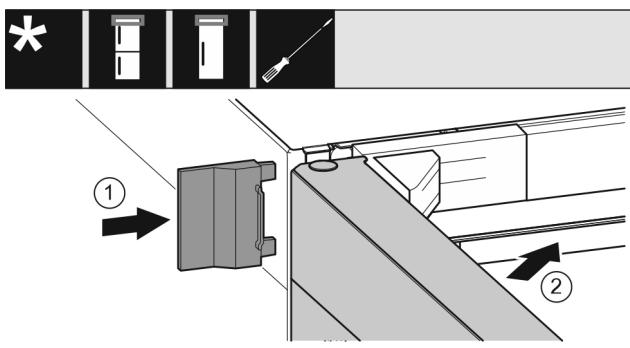

Fig. 20
- Нахлузете външния капак. Fig. 20 (1)
- Затворете горната врата. Fig. 20 (2)